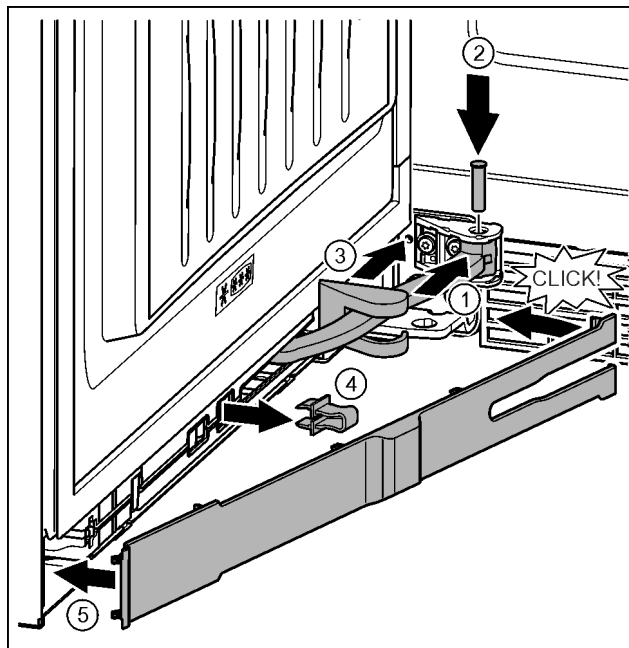

Fig. 40
- ▶ Завъртете шарнира в окачването. Fig. 40 (1)
- ▶ С отвертка T15 поставете болта в окачването и шарнира. При това обърнете внимание на това, фиксиращата гърбица да е легнала правилно в жлеба. Fig. 40 (2)
- ▶ Избутайте капачка на лагерната стойка по продължение на шарнира и го монтирайте над окачването. Fig. 40 (3)
- ▶ Свалете предпазителя. Fig. 40 (4)
- ▶ От страната на дръжката поставете капачката и я завъртете навътре. Fig. 40 (5)